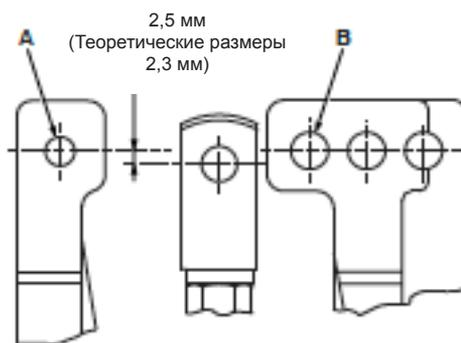

Рисунок 15 - Предварительная настройка положения штока пробки
- на 2,3 мм ниже отцентрованных отверстий штифта в кронштейне привода (108) для однорычажного клапана VariPak 28001 (см. рисунок 15).